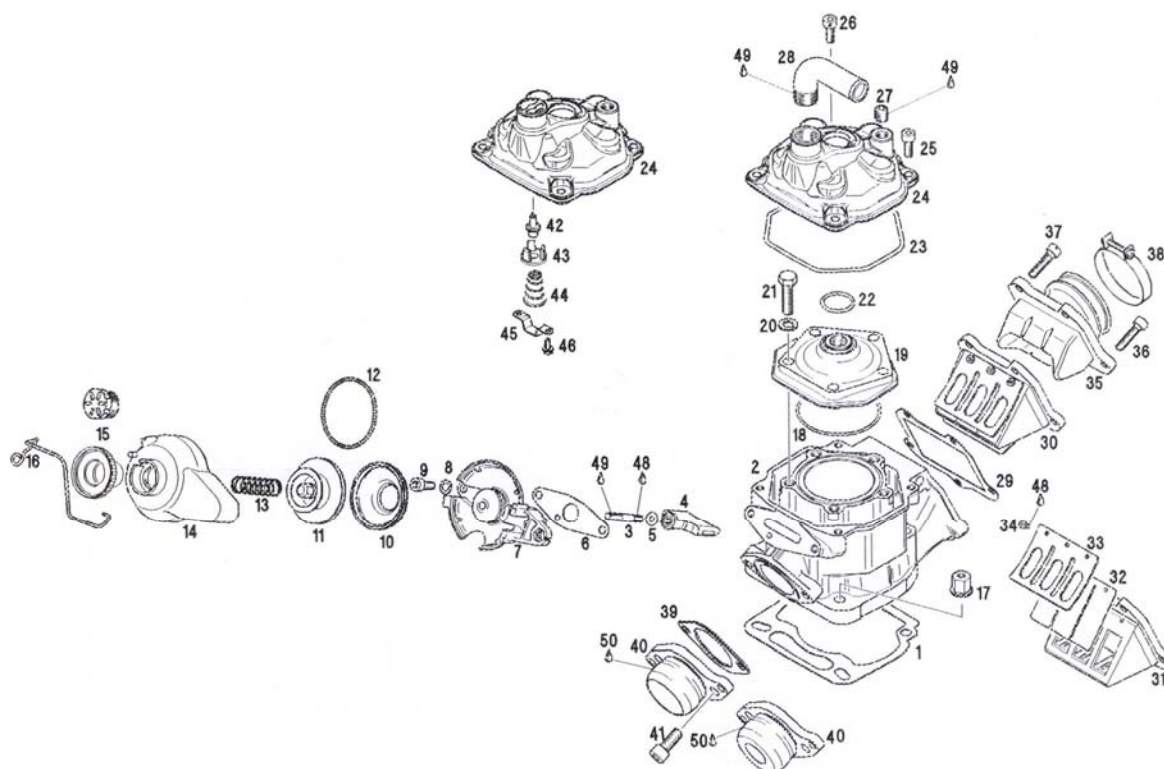

Fig 17
- ◆ **Nota:** En el ajuste básico, el tornillo de ajuste (art 15) (con la perilla vieja) se gira hacia adentro tanto que está al ras con la cubierta de la válvula (art 14, fig 17). En la mayoría de los casos este ajuste es el mejor